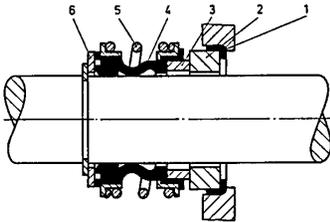

Fig. 6.2.3.4a
1. Cierre de anillo deslizando cargado, independiente del sentido de giro con fuelle de elastómero (fig. 6.2.3.4a)